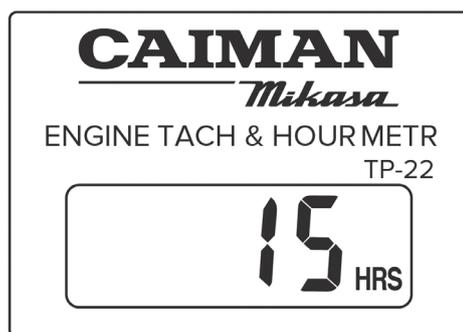

Рис. 9
4. Когда двигатель выключен, счетчик моточасов показывает суммарное время наработки (см. рис. 9).